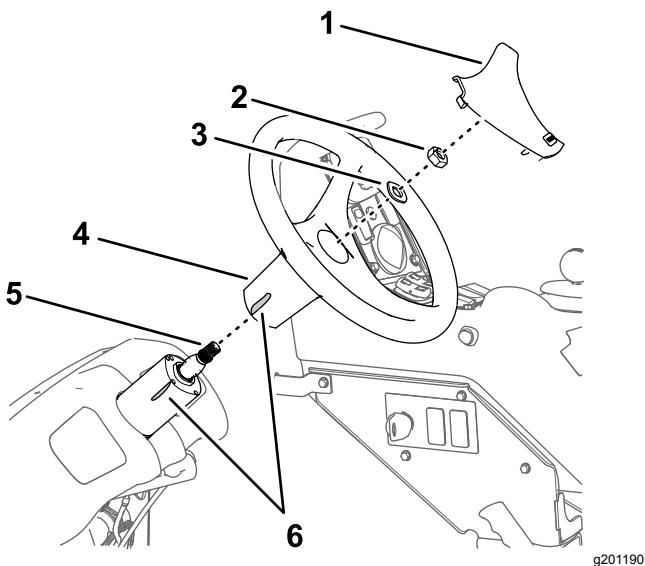

图161
1. 用一条胶带在转向阀上标记方向盘的位置 图161。
2. 拆除方向盘的盖子图161。
3. 拆下将方向盘固定到转向阀上的螺母 $\frac{5}{8}$ 英寸和垫圈 $\frac{5}{8}$ 英寸然后取下方向盘图161。